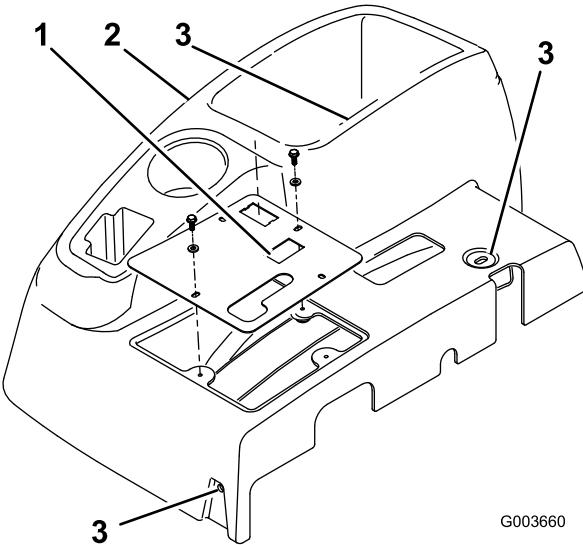

図 1
3. コントロールパネルをコンソールに取り付けている4つのワッシャーとボルトを取り外す(図1)。
5. コントロールパネルを取り外す(図1)。
6. コンソールをフレームに固定しているボルト3本を取り外す(図1)。コンソールの下端をサポートブラケットの周囲でゆっくりと持ち上げ、ブレーキハンドルを超えて上にスライドさせて、コンソールを取り外す。